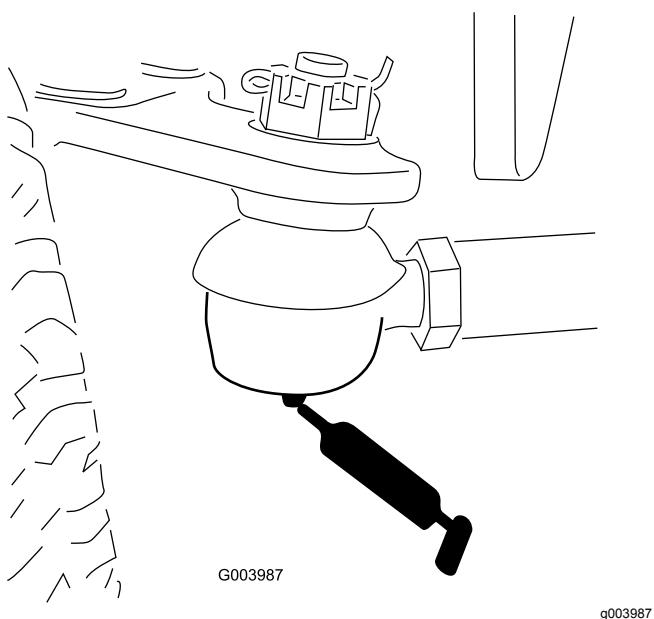

Bild 47
- Spurstange der Hinterachse (2) (Bild 47)